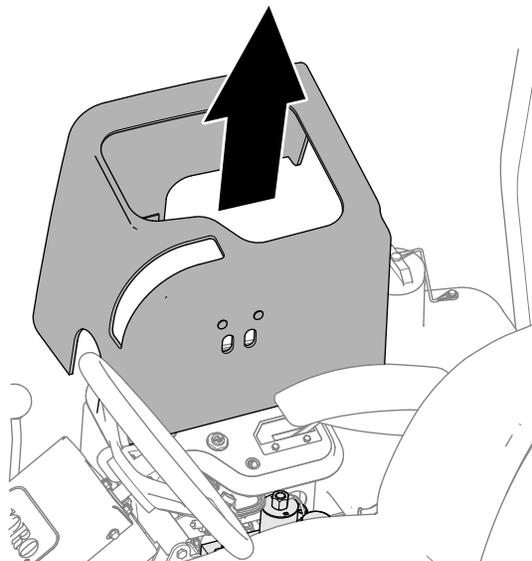

Figure 89
3. Soulevez le couvercle magnétique de la console (Figure 89) pour exposer le collecteur de la tondeuse.